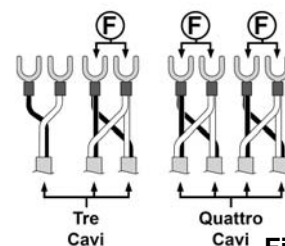

Fig.9
- Tagliate i connettori di due dei cavi elettrici da collegare (tagliare in tutto 4 connettori). Congiungere i quattro poli elettrici a coppie su nuovi connettori forniti in dotazione ai comandi remoti. (Fig.9)
- Tagliate i connettori da tutti e quattro i cavi elettrici da collegare (tagliare in tutto 8 connettori). Congiungere i quattro poli elettrici di due cavi su nuovi connettori forniti in dotazione ai comandi remoti. (Fig.9). Ripetere questa procedura per i due cavi residui, creando due coppie finali di connettori.